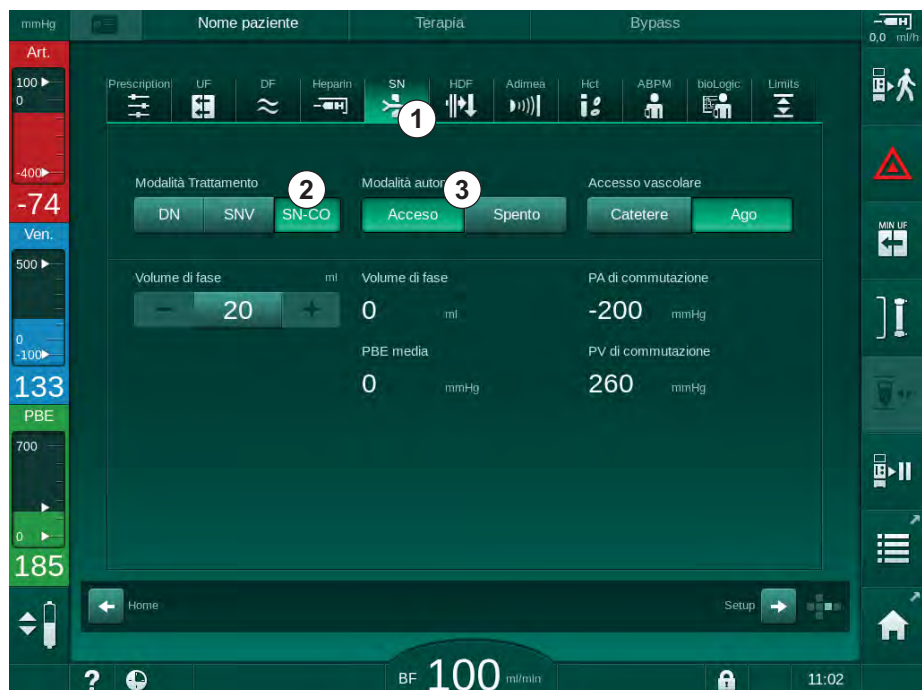

Fig. 9-1 Passare alla terapia ago singolo Cross-Over
2. Toccare l'icona *SN* (Fig. 9-1 , ① ).